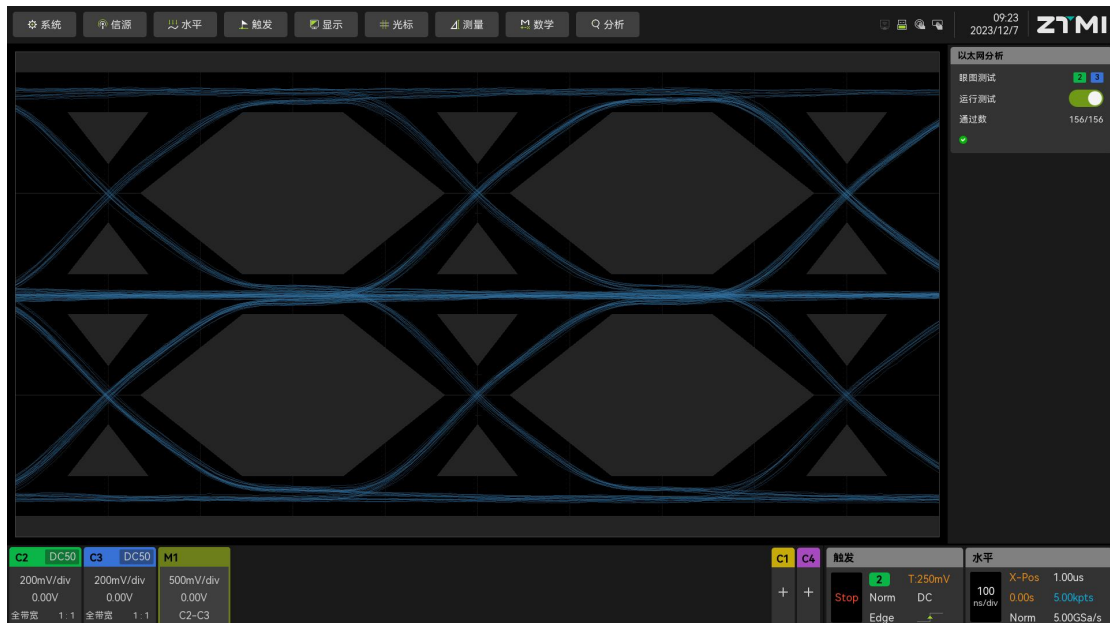

图 2.3 ZUS6000 以太网眼图
- 眼图测试效果如图 2.3 所示，屏幕左侧显示的以太网分析卡片会显示当前测试的通过次数、测试次数和信息提示。